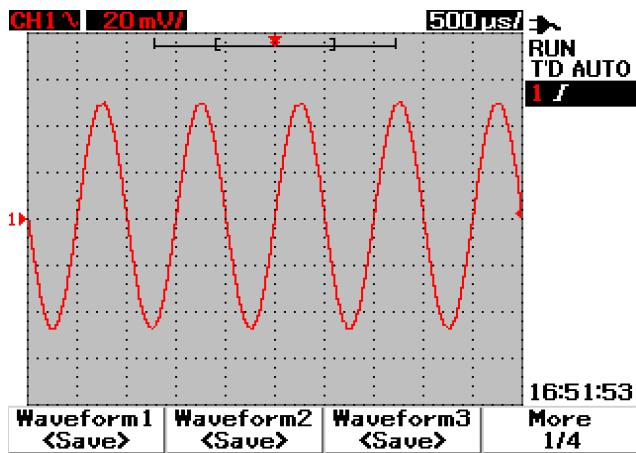

図3-42 <Save>表示は、波形が保存されていないことを示します。F1を押すと、波形を波形1に保存できます。
- 4 図3-42では、F1を押して構成セットアップをセットアップ1に保存します。